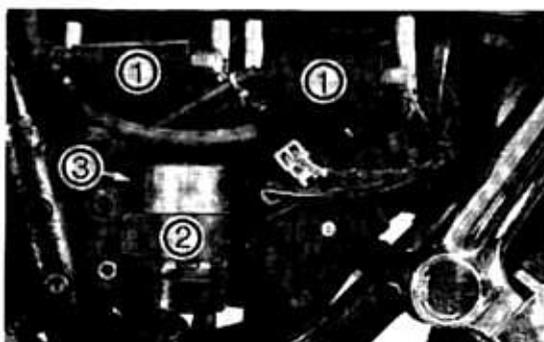

Bild 40
- Zündspule vom Rahmen abnehmen und dahinterliegenden Kraftstoffschlauch von Kraftstoffpumpe abziehen (Bild 40).